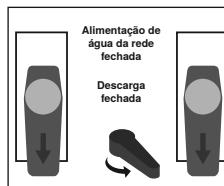

Figura 4 - Adição de produtos químicos
2. Regule as válvulas de entrada/saída e o inversor de fluxo como na figura 4.